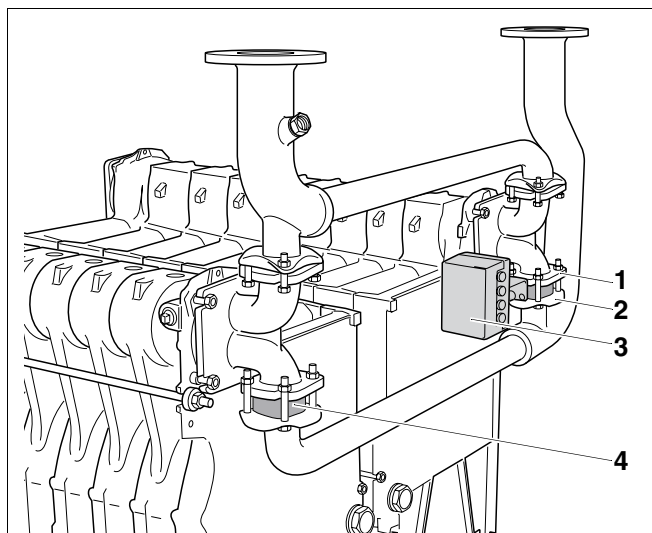

Рис. 31 Установка серводвигателя и проставки
Следующим шагом должна быть установка кольцевого дроссельного клапана (рис. 31, **поз. 3**) и проставки (рис. 31, **поз. 4**) между фланцами трубы обратной линии и соединительных элементов.
- Установите дроссельный клапан (рис. 31, **поз. 3**) так, чтобы серводвигатель был направлен к середине котла. Электропроводка должна находиться сверху.
- Вставить кольцевой дроссельный клапан (рис. 31, **поз. 3**) с наклеенными уплотнениями между фланцами трубы обратной линии (рис. 31, **поз. 2**) и соединительного элемента (рис. 31, **поз. 1**) правого котлового блока (2-я ступень котла).
- Вставить проставку (рис. 31, **поз. 4**) с наклеенными уплотнениями между фланцами трубы обратной линии и соединительного элемента правого котлового блока (1-я ступень котла).
Возможно, понадобится установить второй дроссельный клапан с серводвигателем (дополнительное оборудование) вместо проставки (рис. 31, **поз. 4**, стр. 30) на левом котловом блоке. Это нужно сделать в том случае,